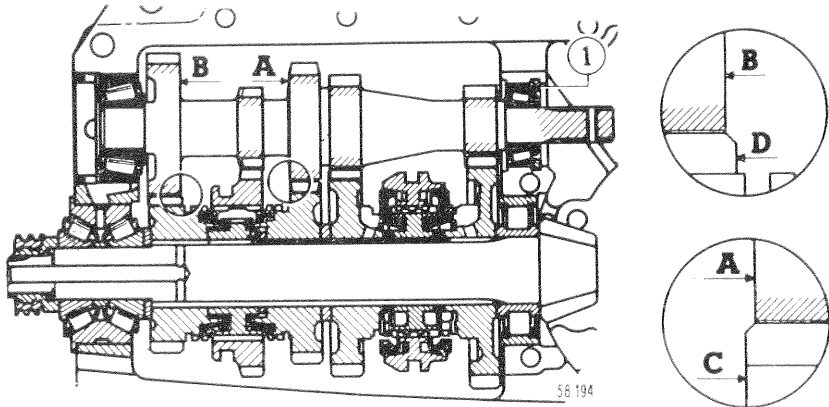

Fig. 71. — Positionnement de l'arbre primaire dans le carter
• Monter, dans le demi-carter gauche (fig. 71).